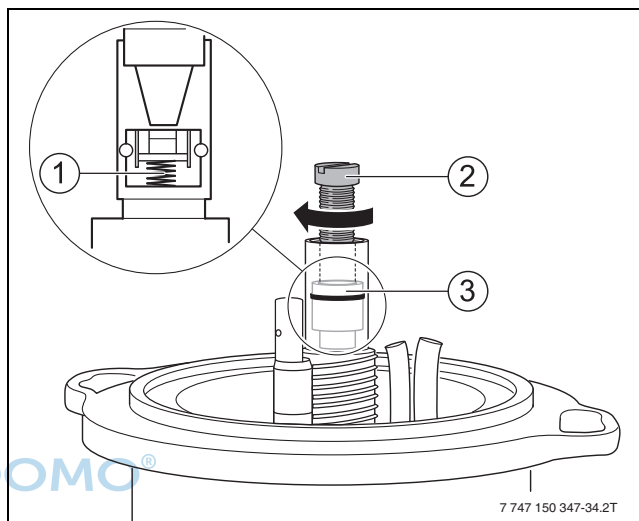

Bild 66 Abschlussventil austauschen
- Schraube M5 x 50 (→ Bild 66, [2]) einschrauben.
- Abschlussventil herausziehen (→ Bild 66, [3]).